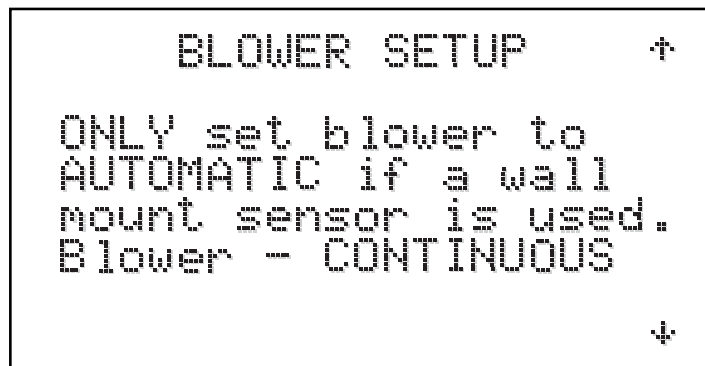

Figure 22
4.3.4.1.1 Configuration - Blower Setup (Figure 22)